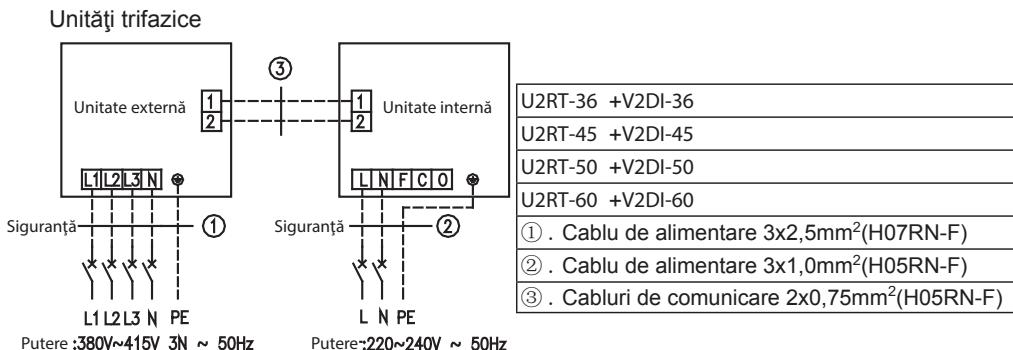

Fig.42
| ⑦ . Conectați aşa cum trebuie cablul de conexiune al unității de interior pe baza marcajelor corespunzătoare prezentate în Fig. 42 |